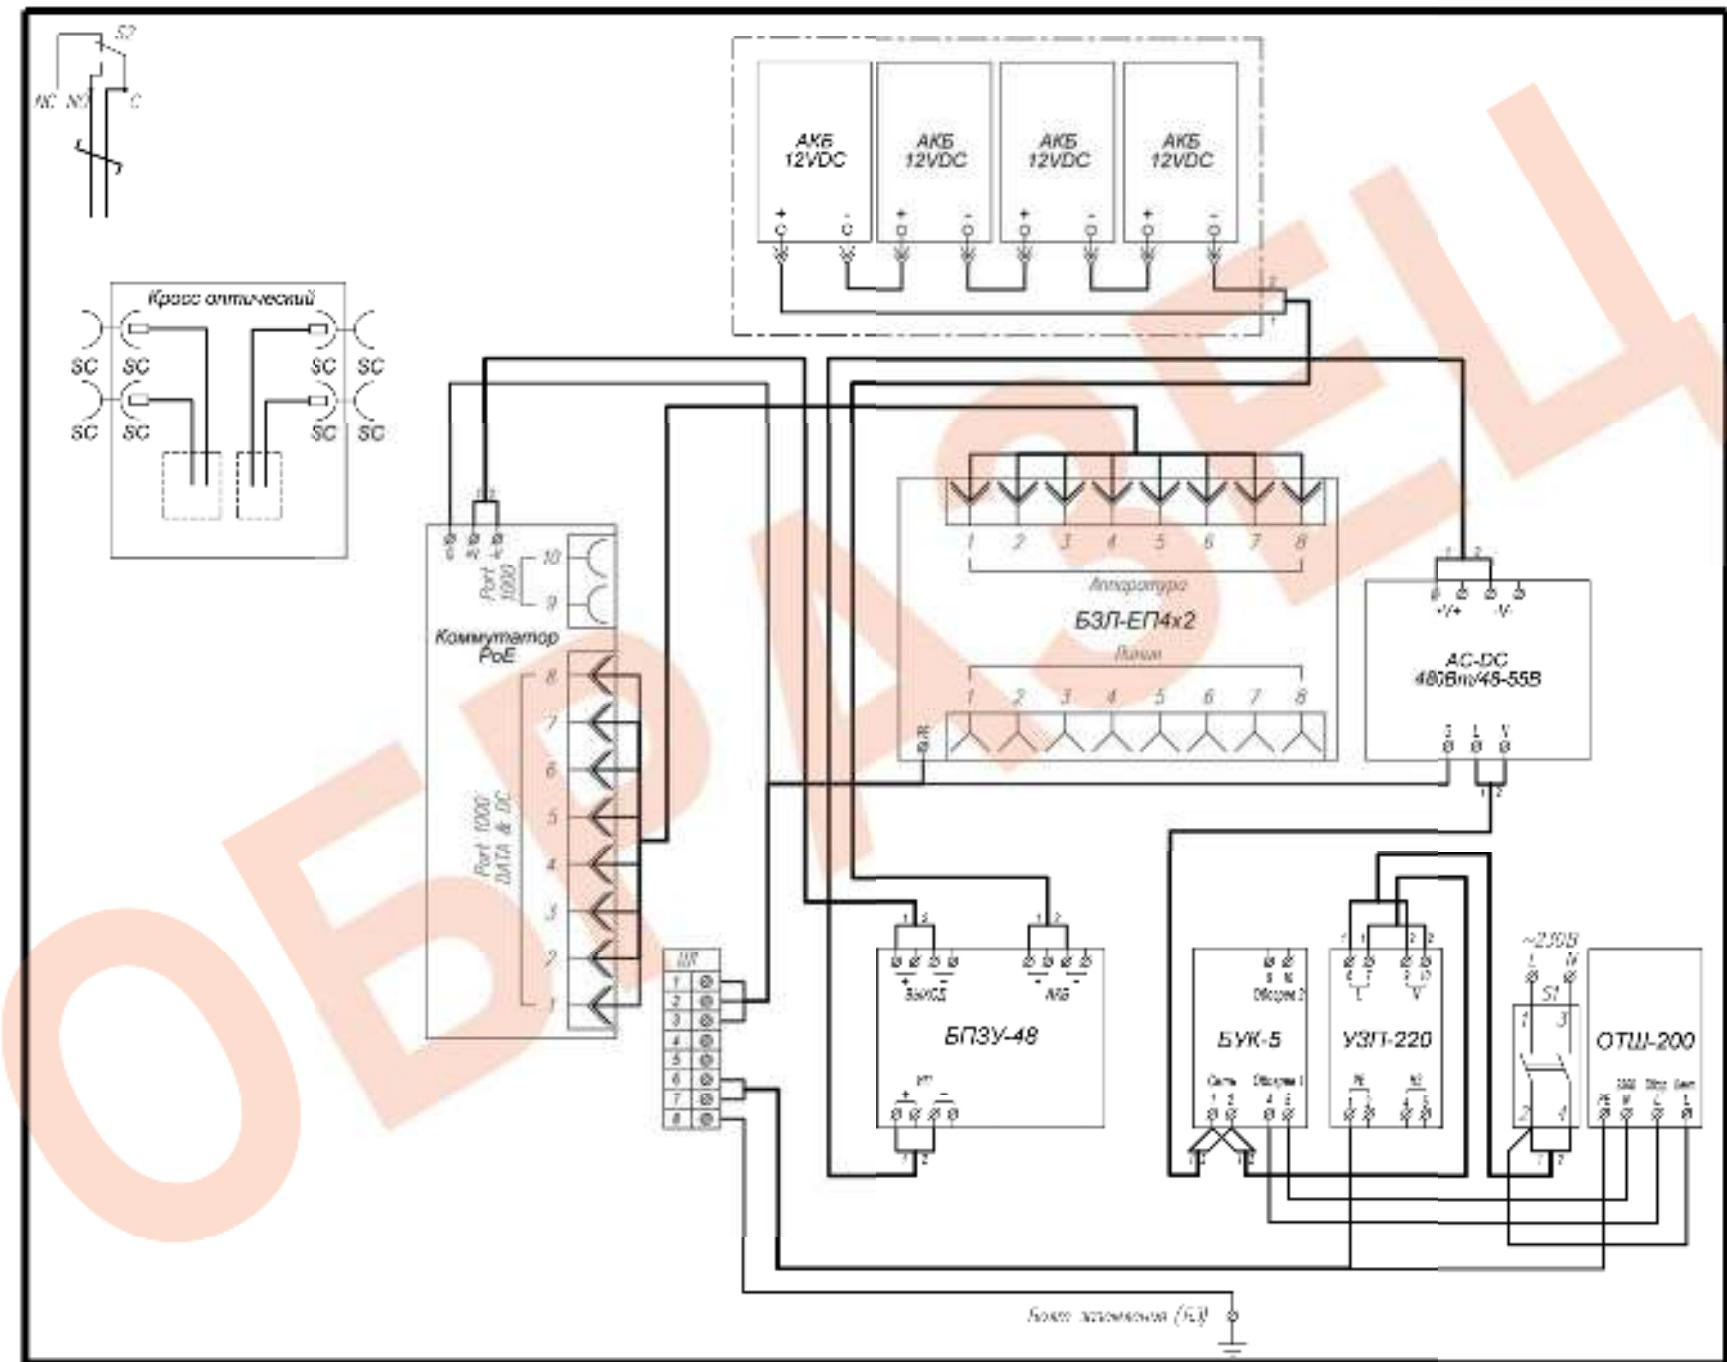

Рис.1 Схема электрическая принципиальная
4. Подключить АКБ к БПЗУ-48 согласно схеме (рис.1).
7. Подключить кабель питания к входу автомата питания S1 (сечение подключаемых проводов до 25 мм²), при этом фазный провод (L) соединить с контактом 1, нулевой провод (N) с контактом 3.
1. Заземлить изделие при помощи болта заземления (Б3) (рис.1).